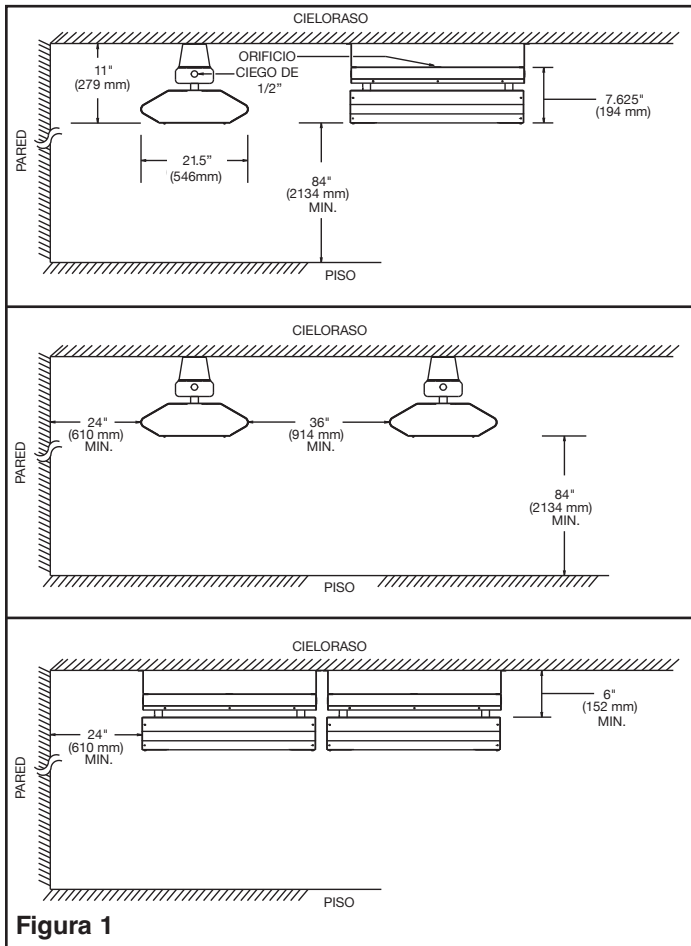

Figura 1
- Deben mantenerse las separaciones mínimas según especificado en la figura 1. Mantener los materiales combustibles, tales como cajas, cajones, etc., alejados del calentador.
**Limitaciones de montaje** - Referirse a la figura 1 para las limitaciones de montaje. Observar todas las dimensiones máximas para el cieloraso, paredes, piso y material combustible.